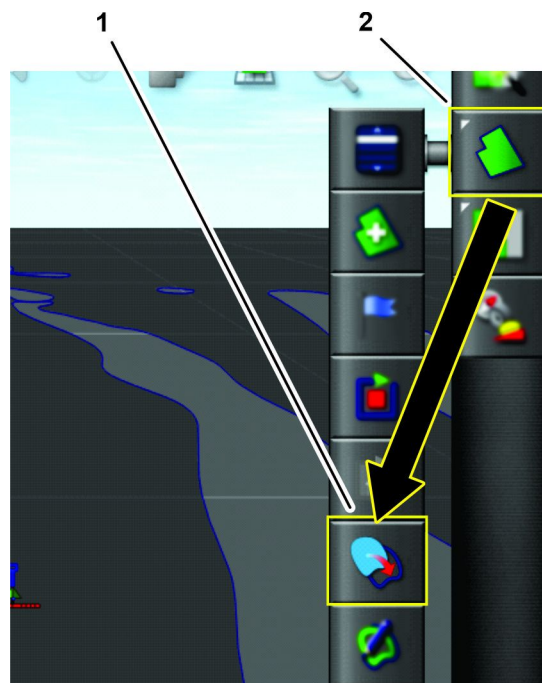

図 73
4. 現場メニューアイコンを押し、境界形状ファイルから境界作成アイコンを押す 図 73。